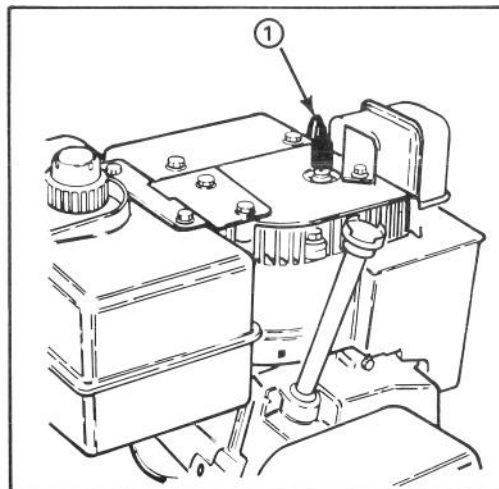

Abbildung 33
1. Die Umgebung der Zündkerze reinigen, damit kein Schmutz in den Zylinder gelangen kann, wenn die Zündkerze herausgeschraubt ist (Abb. 33).